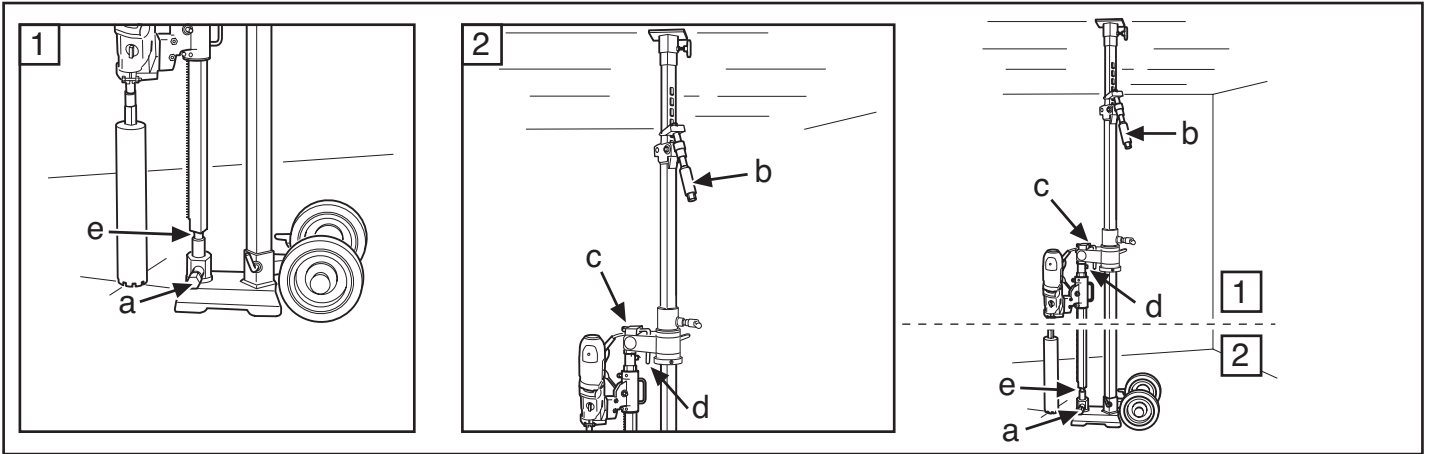

Fig.10
4. Lås stämpskruven i låshylsan med låskruv (a) och mutter (e), drag åt med 24/30 mm nyckel (Fig.10).
4. Lås stempelskruven i låsebøsningen med låseskruven (a) og møtrikken (e), og spænd med 24/30-mm-nøgle (Fig.10).
4. Lås søyleskruen i låsehylsen med låseskrue (a) og mutter (e), trekk til med 24/30 mm nøkkel (Fig. 10).